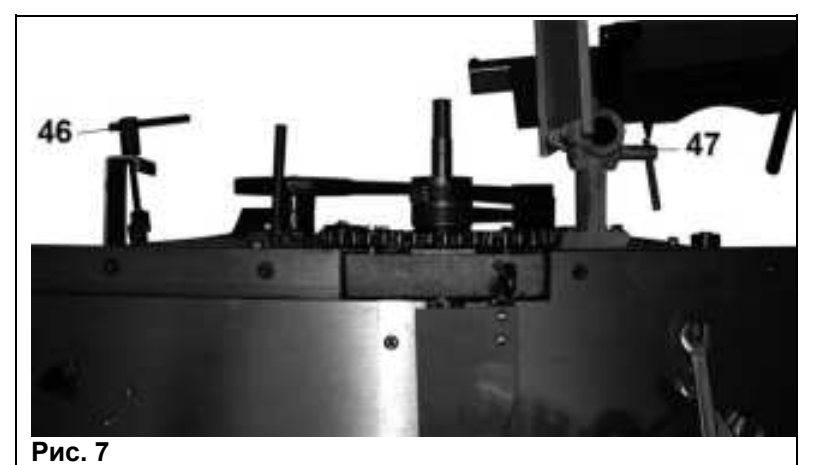

Рис. 7
8.2.8. Установите и закрепите распиловочный стол (39) в обратном порядке п. 8.2.2. Высота установки рабочей поверхности распиловочного стола (39) относительно верхней точки пильного диска (7) или насадной фрезы (63) позиционируется регулировочным винтом (29) и положением кронштейна (46), Рис.7, 13.